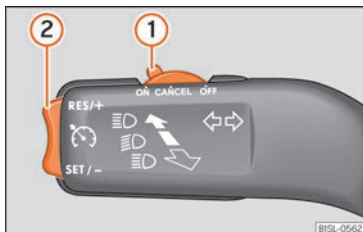

Abb. 140 Im Blinkerhebel: Schalter und Tasten zum Bedienen der GRA.
- Schieben Sie den Schalter »» **Abb. 140 ①** bis **ON**.
- Drücken Sie die Taste »» **Abb. 140 ②** im Bereich **SET/-**.
- Schieben Sie den Schalter »» **Abb. 140 ①** bis **CANCEL** oder treten Sie das Bremspedal.
- Drücken Sie die Taste »» **Abb. 140 ②** im Bereich **RES/+**.
Während der GRA-Regelung kann die gespeicherte Geschwindigkeit mit der Taste »» **Abb. 140 ②** eingestellt werden:
- Um in Schritten von 1 km/h (1 mph) zu erhöhen, drücken Sie kurz die Taste »» **Abb. 140 ②** im Bereich **RES/+**.
- Um die Geschwindigkeit kontinuierlich zu erhöhen, halten Sie die Taste »» **Abb. 140 ②** im Bereich **RES/+** gedrückt.
- Um in Schritten von 1 km/h (1 mph) zu reduzieren, drücken Sie kurz die Taste »» **Abb. 140 ②** im Bereich **SET/-**.
- Um die Geschwindigkeit kontinuierlich zu verringern, halten Sie die Taste »» **Abb. 140 ②** im Bereich **SET/-** gedrückt.
- Schieben Sie die Schalter »» **Abb. 140 ①** auf **OFF**.